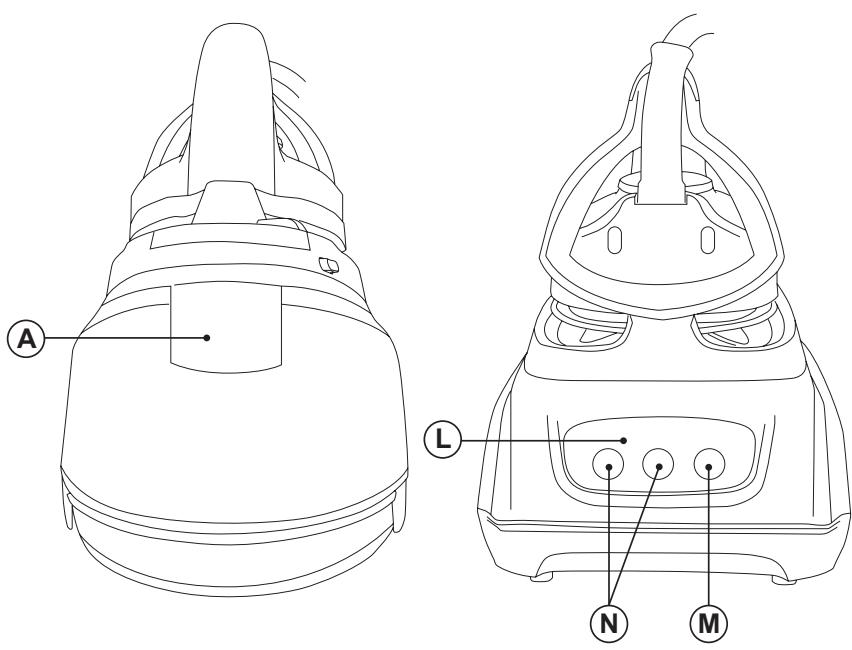

Fig.1
- IMPORTANTE: Comprobar que el filtro antical esta correctamente acoplado en el interior antes de poner en marcha el aparato (Fig. 1)